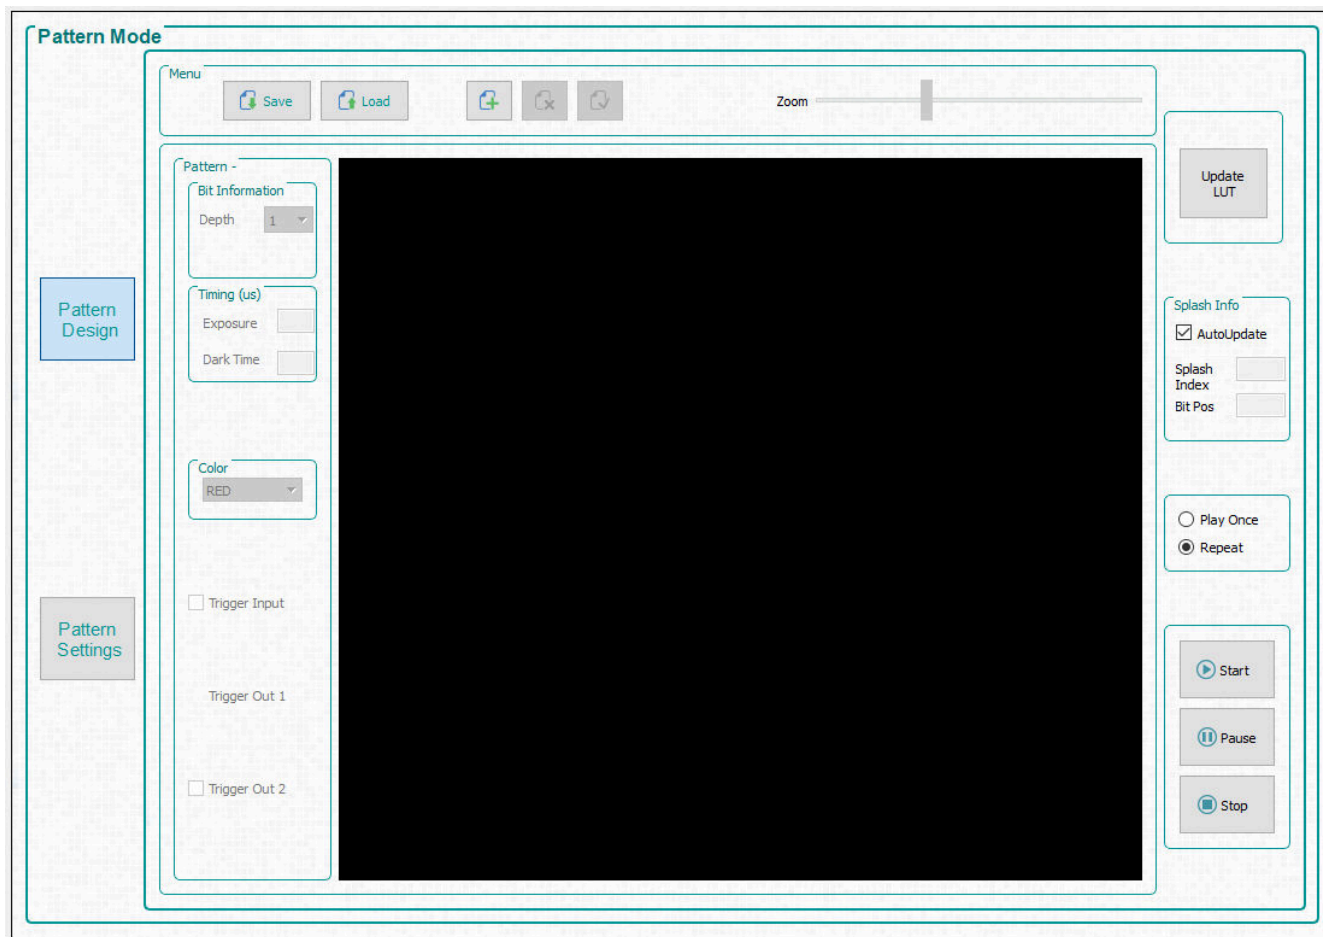

図 2-1. [Pattern Mode] パネル
1. 「**Operating Mode**」(操作モード) グループ ボックスで **Pattern On-The-Fly Mode** (パターン オン ザ フライ モード) を選択してから、「**Pattern Design**」(パタン デザイン) ボタンをクリックすると、図 2-1 に示すようなパネルが表示されます。